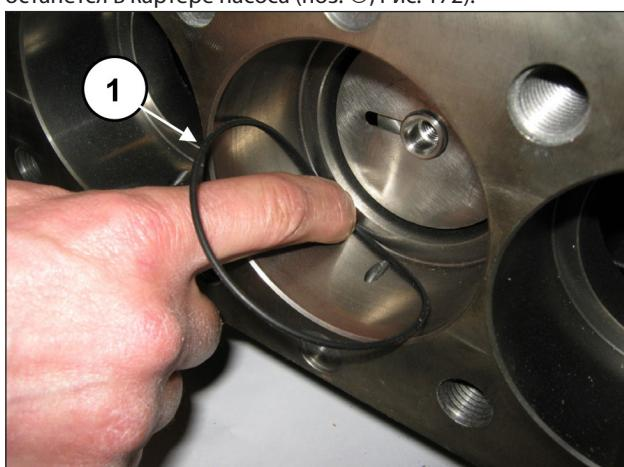

Рис. 172
Извлеките узел опоры уплотнений и калибр. Снимите уплотнительное кольцо круглого сечения, расположенное на дне опоры уплотнений, если оно останется в картере насоса (поз. ①, Рис. 172).